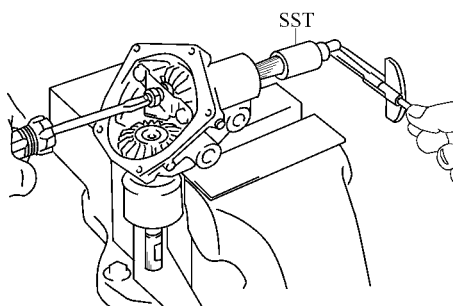

图 16-95 调整 1 号锥齿轮预紧力矩
2) 使用螺钉旋具和转向蜗杆轴承调整套筒调整 1 号锥齿轮预紧力矩，并检查 1 号锥齿轮应无轴向窜动，如图 16-95 所示。